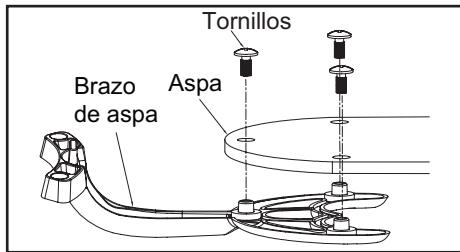

Figura 10
1. Fija la aspa a su soporte usando los tornillos mostrados en la Figura 10. Por favor, ten en cuenta que las arandelas de goma están prefijadas en el soporte del aspa. Inserta el tornillo en el soporte. Repite para los dos tornillos restantes.